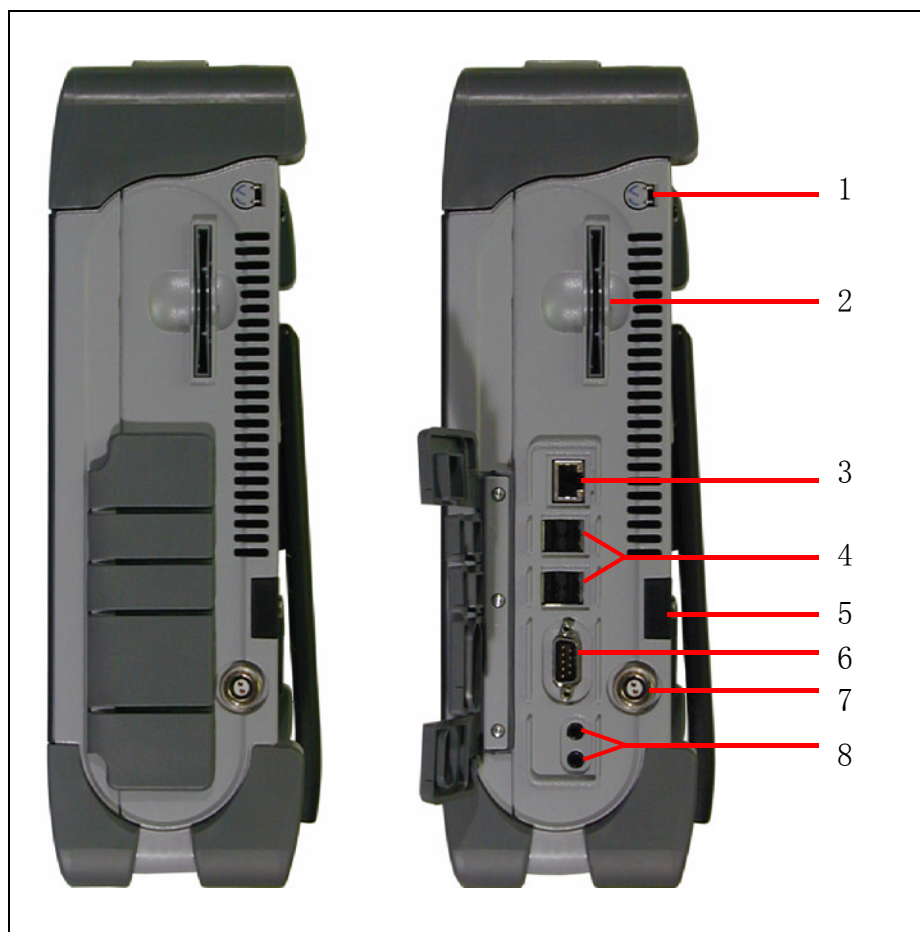

图 2-5 测试仪右侧
2. IrDA 接口，用于连接例如放在改装升级后的 VAS 5051 机修车上的带红外接口的打印机（另可参考图 2-5）。
通过一个两相弯插头连接在测试仪右侧的 DC 输入端（图 2-5，7）。